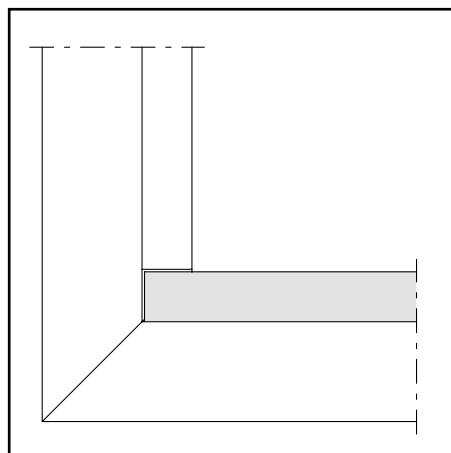
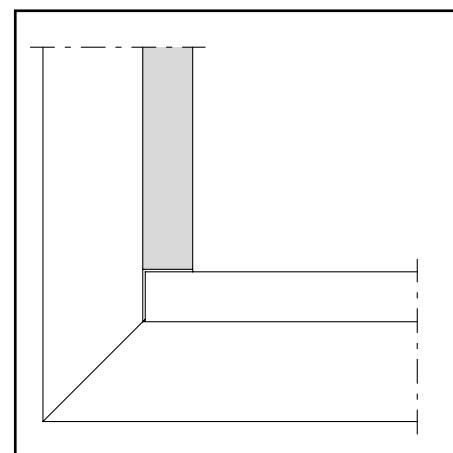

Abb. 4 / Fig. 4 / Fig. 4
Abb. 5 / Fig. 5 / Fig. 5
**Zuschneid Glasleisten****(Abb. 4/5)**
Damit die Glasleisten im Brandfall dilatieren können, müssen sie auf Untermass zugeschnitten werden. Die horizontalen Glasleisten (Abb. 4) werden durchgeführt, die vertikalen Glasleisten (Abb. 5) dazwischen gesetzt. Pro Meter ist die Glasleiste um 1 mm zu verkürzen.
**Coupe des parcloses****(fig. 4/5)**
Afin de permettre la dilatation des parcloses en cas d'incendie, il faut les couper à une dimension inférieure à la coté prescrite. Les parcloses horizontales (fig. 4) sont posées en continu, les parcloses verticales (fig. 5) sont intercalées. La parclose doit être raccourcie d'1 mm par mètre.
**Cutting glazing beads to size****(fig. 4/5)**
The glazing beads must be cut to a dimension smaller than specified to allow for expansion in the event of fire. The horizontal glazing beads (fig. 4) are laid in a continuous strip, the vertical ones are positioned between them (fig. 5). The glazing bead must be shortened by 1 mm per metre.